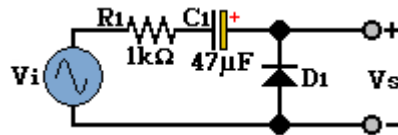
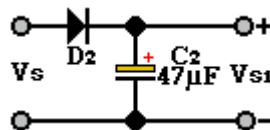

Figura 4.5
Figura 4.6
6. Arme el circuito de la figura 4.5. Dibuje y acote las señales Vi y Vs en papel milimétrico.
7. A la salida del circuito de la figura 4.5, conecte el circuito de la figura 4.6. Dibuje y acote las señales obtenidas en Vi y Vs1 en papel milimétrico. Observando los valores del nivel de voltaje en CD.